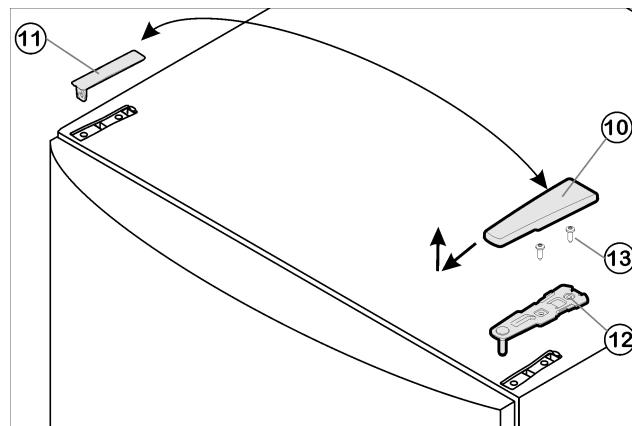

Fig. 8
- Enlever le cache Fig. 8 (10) vers l'avant et le haut.
- Retirer le cache Fig. 8 (11).
- Dévisser le Fig. 8 (12) support d'appui supérieur (2 Torx® 25) Fig. 8 (13) et retirer vers le haut.
- ▶ Placer le support d'appui supérieur *Fig. 8 (12)* sur le nouveau côté charnière de porte.
- ▶ Visser le support d'appui supérieur à fond (avec **4 Nm**) (2 Torx® 25) *Fig. 8 (13)*. Pointer les trous de vissage ou utiliser une visseuse sans fil.
- ▶ Faire encliqueter le cache *Fig. 8 (11)* et le cache *Fig. 8 (10)* du côté opposé.